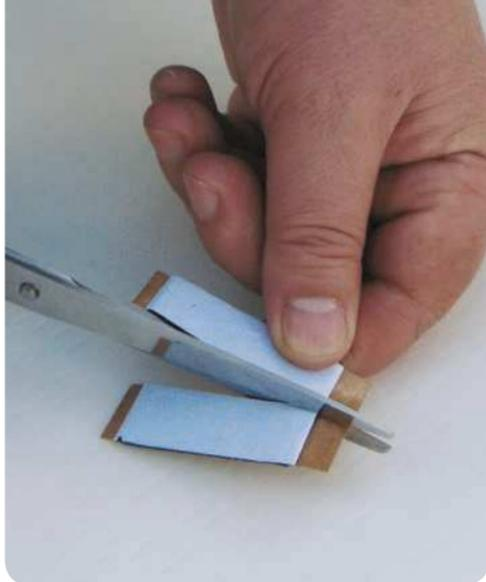

Рис. 11. Разрезание битумной изоляции на 2 части
10. Изолируйте линии отреза медной шины (рис. 11–14). На рис. 5 эти места отмечены значком ■. При разрезании полосы термопленки на более короткие отрезки необходимо тщательно изолировать места разреза медной шины, включая серебряные контакты, соединяющие медную шину с карбоновыми нагревательными полосами.